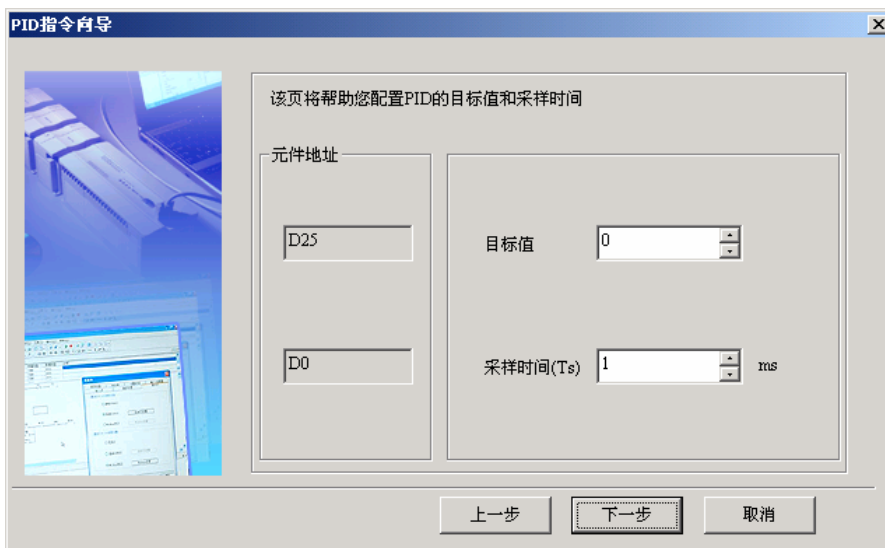

图6-19 目标值和采样时间设置对话框
3. 单击下一步, 出现图 6-19 所示对话框。输入目标值和采样时间。